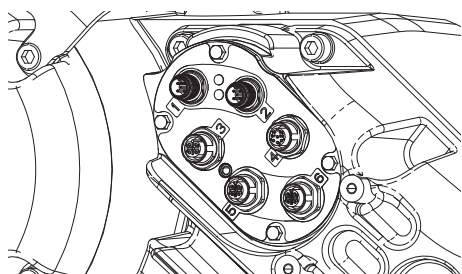

Рис. 40
- c. Ослабьте кабельный ввод (CG).
- d. Извлеките провода из корпуса привода, вытянув их через кабельный ввод (CG).
- e. Отключите кабели, подключенные к разъемам 1-6 на стороне привода (AB), руководствуясь рисунком Рис. 40.